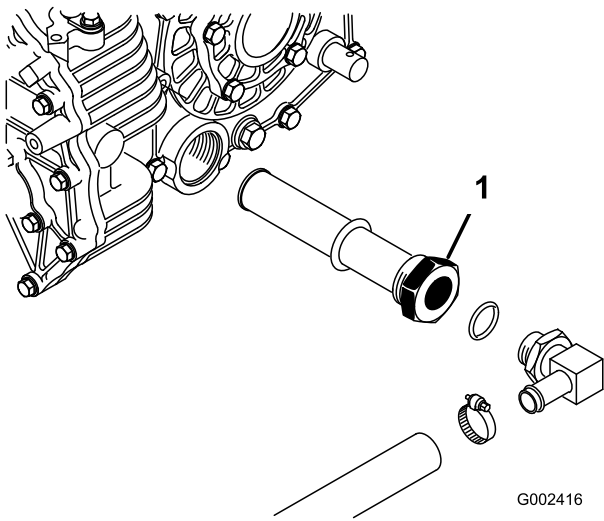

图70
5. 记下连接至液压油箱侧面滤网的液压油软管和 90°接头的方向 图70。